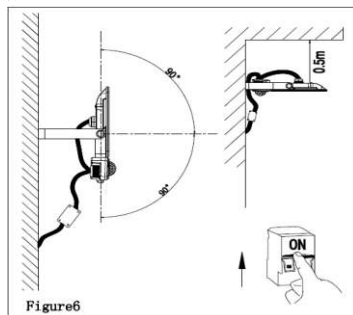

Figure6
7. Schalten Sie den Strom ein, um sicher zu stellen, dass der Fluter leuchtet. Adjustieren Sie den Winkel auf die gewünschte Neigung. (Bild 6)